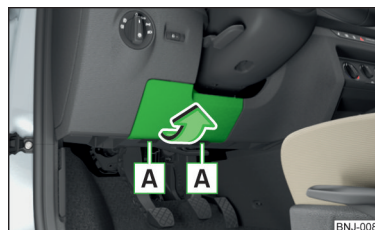

Fig. 281
- Togliere il coperchio della scatola portafusibili in direzione della freccia » fig. 281.